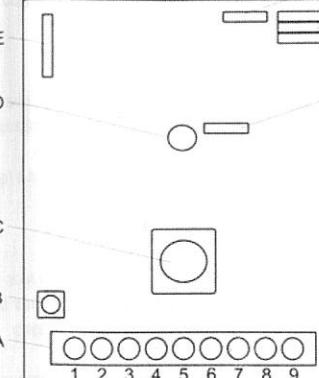

Fig. 2:
- Verbind de draden met de aansluitklemmen (Fig. 2).
8. Forbind træde med tilslutningsterminerne (Fig. 2).